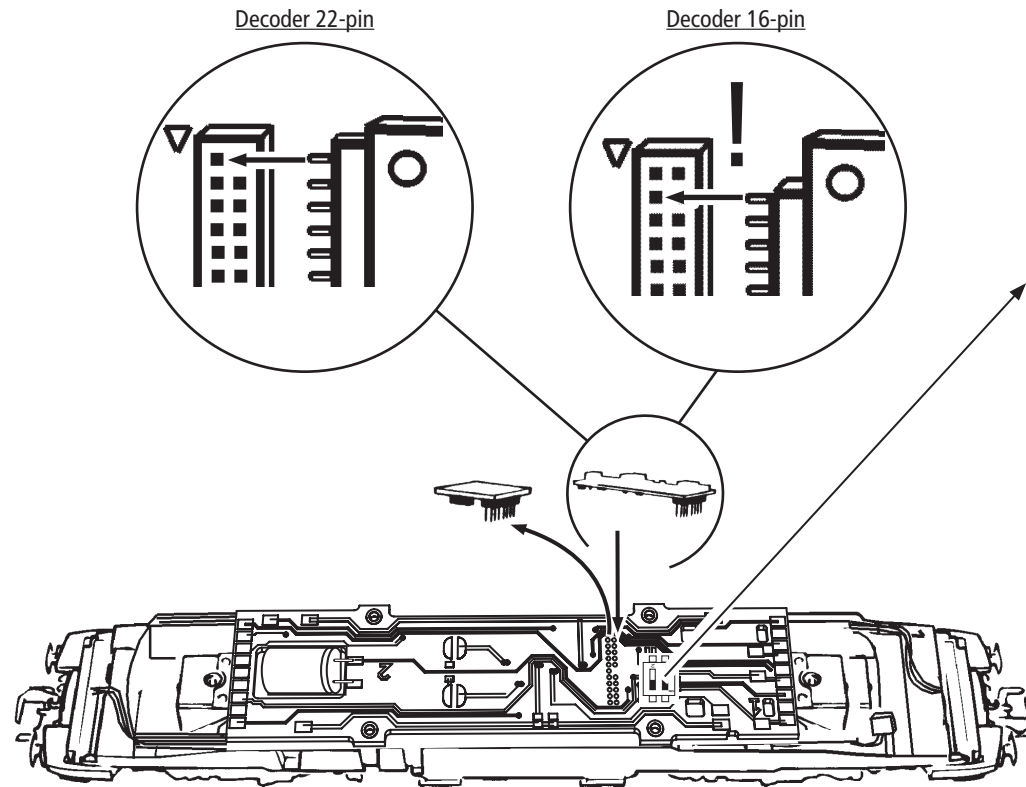

Fig. 7
2. Schmierung: Versehen Sie die im Schmierplan in Fig. 7 gekennzeichneten Stellen mit nur **kleinen Öltropfen**. Dazu zuerst das Lokgehäuse abnehmen (Fig. 4). Wir empfehlen den **ROCO Öler Art.-Nr. 10906**. Fürs Schmieren der Getriebeteile (Zahnräder, Schnecke) empfehlen wir das **ROCO-Spezialfett Art.-Nr. 10905**. Im Falle der Schmierung diese Teile **nicht ölen**.
2. Lubrication: Apply **tiny oil drops** to spots marked in fig. 7. Prior to lubrication dismantle locomotive (fig. 4). We recommend using item no. **10906, Roco oiler**. For lubrication the gearparts (e.g. cogwheels, worm) we would recommend our Roco **special grease** (item no. **10905**). **Attention:** Please do not oil these parts when using our grease.
2. Graissage: N'appliquez **qu'une tout petite goutte** aux endroits indiqués par le plan de graissage (fig. 7) après avoir démonté la caisse de la locomotive (fig. 4). Nous vous recommandons **le graisseur à huile Roco réf. 10906**. Pour graisser les engrenages (roues dentées, vis sans fin) nous vous conseillons la **graisse spéciale Roco réf. 10905** pour engrenages en matières synthétiques. Lorsque vous utilisez cette graisse il faut éviter d'huiler ces composants.